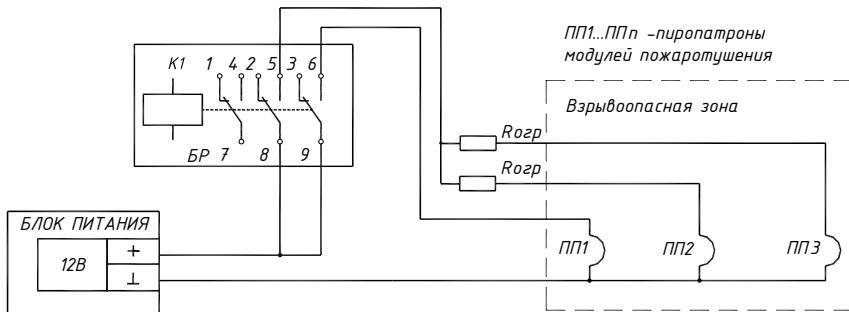

Рис. 2.10. Пример подключения пиропатронов к БР
2.4.7.2 Подключение пиропатронов к выходу БР можно произвести разными способами. Пример подключения приведен на рис.2.10. Некоторые типы пиропатронов имеют низкое сопротивление узла инициатора, в этом случае рекомендуется производить подключение через индивидуальный токоограничительный резистор ($R_{огр}$), номинальное сопротивление и мощность которого выбирают исходя из ограничения максимального тока через контакт реле, который не должен превышать значения указанного в п.1.2.15.4.